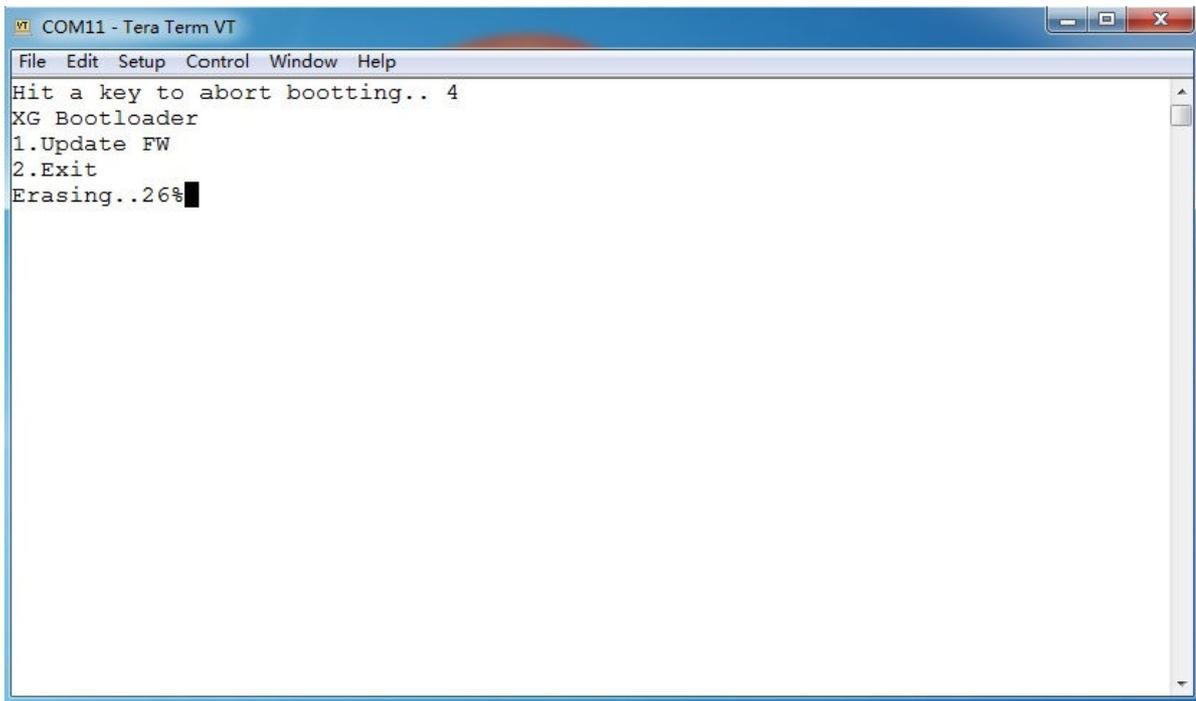

图 6 开始清除存储器
7、按下电脑键盘数字键“1”，开始清除存储器，软件窗口会出现进度百分比指示信息。如图 6 所示。